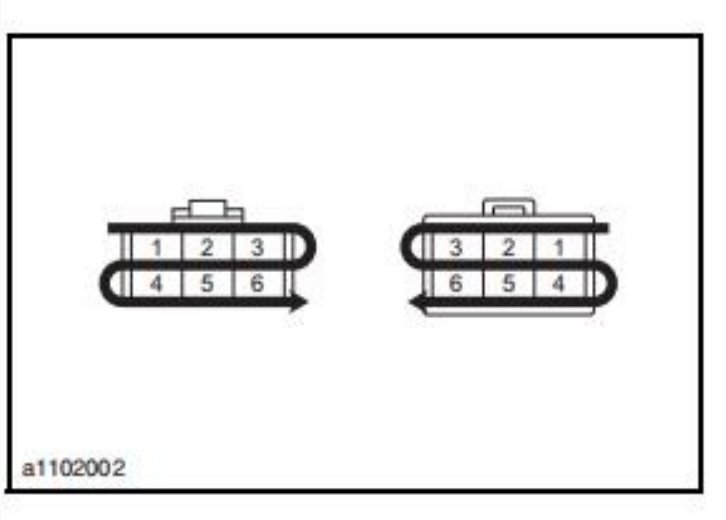

图1-5线束端子编号
- 7.显示接插件的端子编号，注意相互插接的线束接头端子编号顺序互为镜像，如图1-5所示：